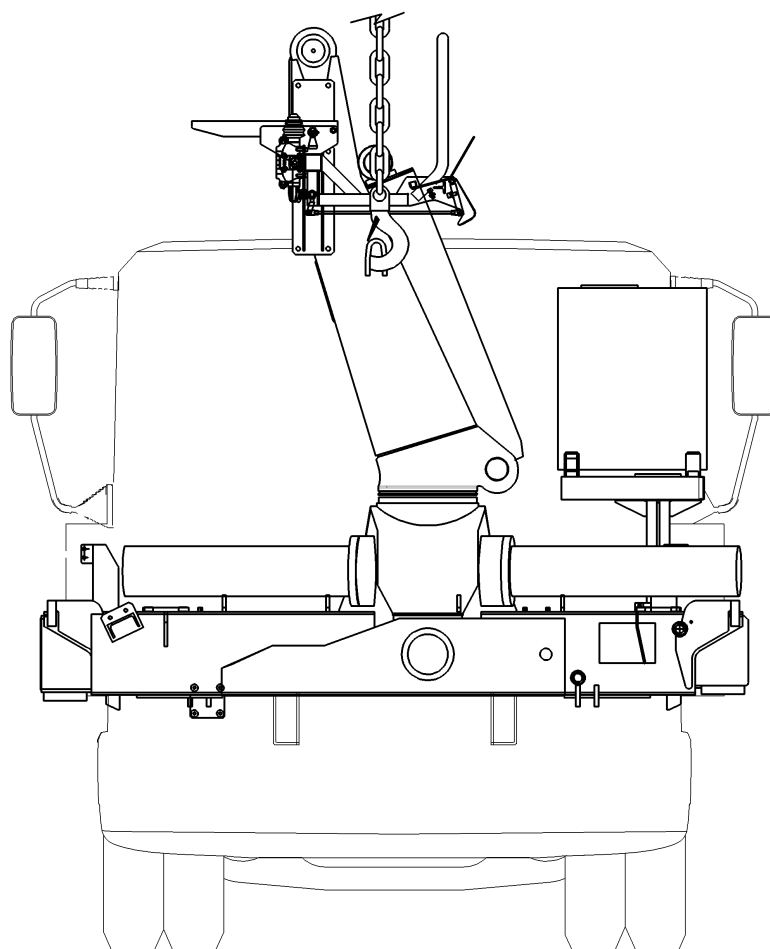

Fig. 1-3
- Sollevare il gruppo base (2150 kg) tramite gli appositi ganci. (Fig. 1-3)
- *Lift the base unit (2150 kg - 4740 lbs) by means of the appropriate hooks. (Fig. 1-3)*